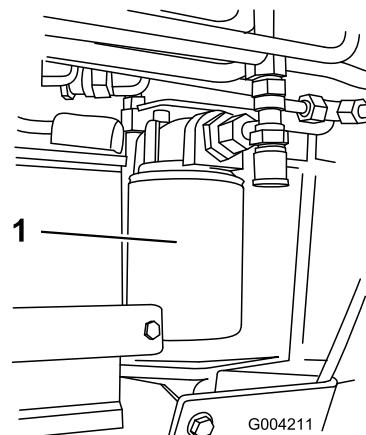

Figura 58
4. Coloque un recipiente debajo del filtro (Figura 58).
5. Retire el filtro usado (Figura 58) y límpie con un paño la superficie de la junta del adaptador del filtro.
7. Instale el filtro hidráulico nuevo en el adaptador del filtro (Figura 58). Apriete el filtro en el sentido de las agujas del reloj hasta que la junta de goma entre en contacto con el adaptador del filtro, luego apriete el filtro 3/4 de vuelta más.